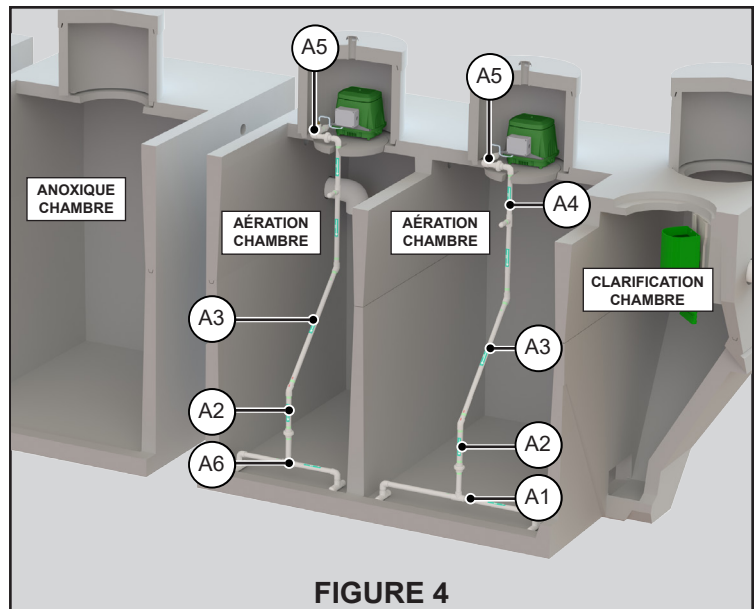

FIGURE 4
1. Enlevez le contenu du sac en filet rouge avec des pièces étiqueté «AIR». Attachez la petite barre diffuseur A6 au premier sous-ensemble A2 à l'emplacement du raccordement, comme indiqué à la figure 4. Attachez la longue barre diffuseur A1 au deuxième sous-ensemble A2 à l'emplacement du raccordement, comme indiqué à la figure 4. Serrez fermement l'union à la main.
2. Collez le sous-ensemble A2 au sous-ensemble A3 tel qu'illustré à la Figure 4. Vérifiez que les flèches rouges sont alignées.
3. Collez le sous-ensemble A3 au sous-ensemble A4 tel qu'illustré à la Figure 4. Vérifiez que les flèches bleues sont alignées.
4. Installez le petit diffuseur et l'assemblage de colonnes descendantes dans la première chambre d'aération en pliant le tube souple. Abaissez l'assemblage dans le réservoir jusqu'à ce que la barre du diffuseur entre en contact avec le sol et le mur de côté du réservoir tel qu'illustré à la Figure 4.
5. Installez le long diffuseur et l'assemblage de colonnes descendantes dans la deuxième chambre d'aération en pliant le tube souple. Abaissez l'assemblage dans le réservoir jusqu'à ce que la barre du diffuseur entre en contact avec le sol et le mur de côté du réservoir tel qu'illustré à la Figure 4.
7. Installez chaque pompe à air dans la cheminée de la chambre d'aération sur les bases de soutien (ou dans un endroit bien ventilé, sec et propre à l'abri des éléments se trouvant à un maximum de 23 m (+/- 75 pieds) du réservoir. Attachez chaque sous-ensemble A4 chaque sous-ensemble A5 à l'union illustrée à la Figure 4. Serrez fermement l'union à la main.